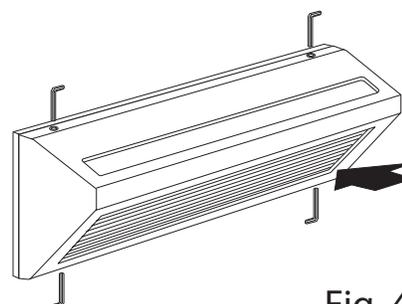

Fig. 4
- Reassemble the external housing tightening correctly the 4 screws situated on the edge (fig. 4).
- Rimontare il corpo esterno serrando correttamente le 4 viti situate sul bordo (fig 4) .
- Remonter le corps extérieur en serrant correctement les 4 vis situées sur le bord (fig. 4) .
- Das äußere Gehäuse wieder aufsetzen und die 4 am Rand befindlichen Schrauben richtig festziehen (Abb. 4).
- Volver a montar el cuerpo exterior apretando correctamente los 4 tornillos situados en el borde (fig. 4).